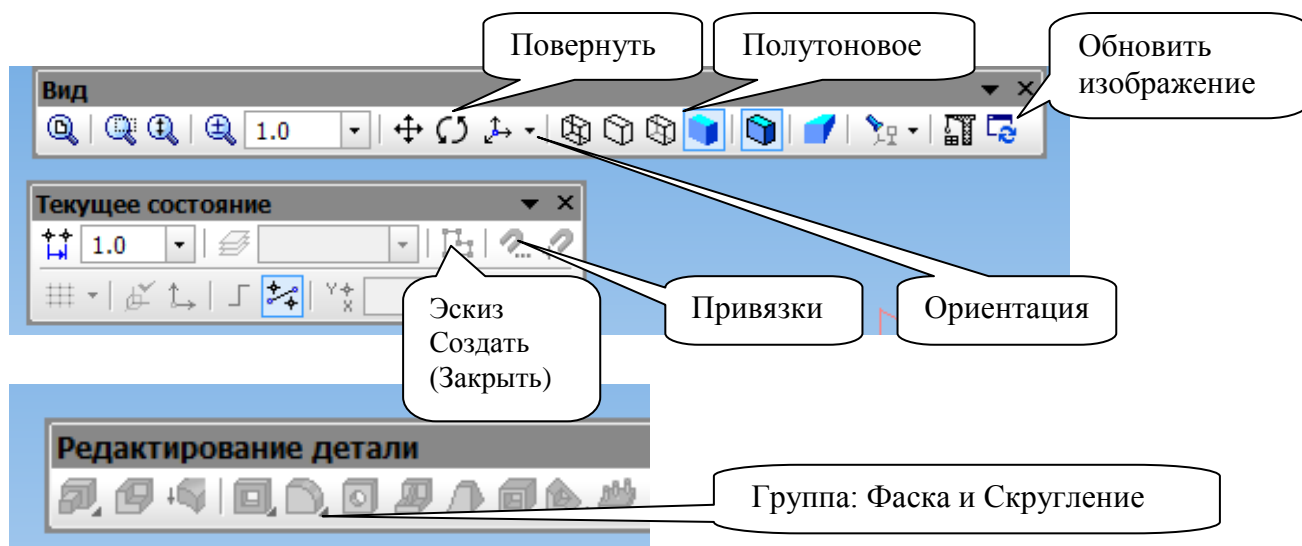

Рис. 15. Панели инструментов в режиме Деталь
1. **Выбор плоскости** в Дереве построений. Например, щелчком мыши укажите в Дереве построений Фронтальную плоскость для построения эскиза. На панели инструментов Вид выберите удобную для просмотра Ориентацию (см. рис. 15).
- Команда *Эскиз* (Создать эскиз) в меню Операция или кнопка на панели Текущего состояния (рис. 15). Вид экрана меняется: переход из 3D в 2D (становится таким же, как в режиме Фрагмент). Обратите внимание, повторный щелчок по кнопке Эскиз выполняет функцию Закрыть эскиз.